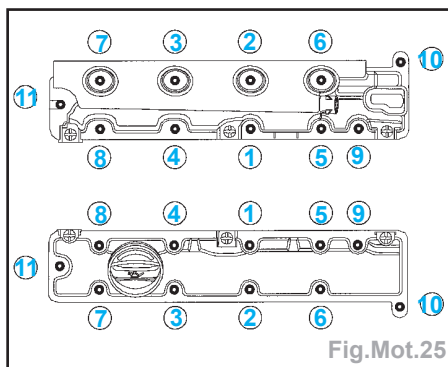

Fig.Mot.25
- Reposer les couvre-culasses équipés de joints neufs (respecter l'ordre indiqué) (Fig.Mot.25).